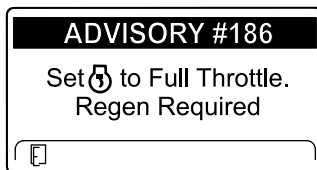

Рисунок 79
**Примечание:** Если температура выхлопа двигателя слишком низкая, на дисплее инфо-центра появится ИНФОРМАЦИОННОЕ СООБЩЕНИЕ № 186 (Рисунок 79), чтобы сообщить, что необходимо установить максимальное положение дроссельной заслонки (высокая частота холостого хода).